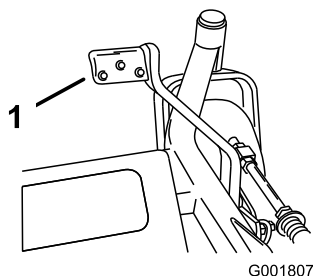

Figure 29
2. Appuyez sur ce levier tout en tirant sur le levier de sélection de hauteur de coupe (Figure 29).